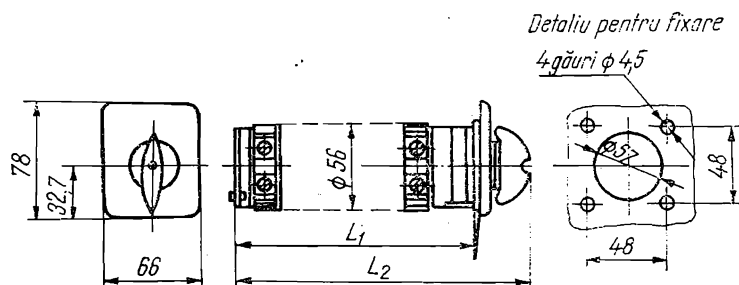
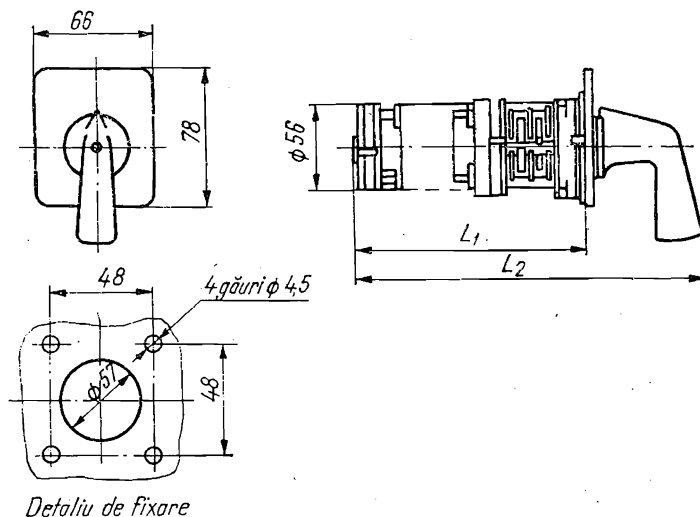

Fig. 2.83. Dimensiuni de gabarit și montaj ale tipului de comutator C. 16 fără revenire.
Fig. 2.84. Dimensiuni de gabarit și montaj ale tipului de comutator C. 16 cu revenire.
**Dimensiunile de gabarit și montaj** ale comutatoarelor tip C16 fără revenire sînt date în tabelul 2.26 și fig. 2.83 și ale comutatoarelor tip C16 cu revenire în tabelul 2.27 și fig. 2.84. Schemele electrice corespunzătoare diferitelor tipuri sînt date în figurile 2.86...2.367.